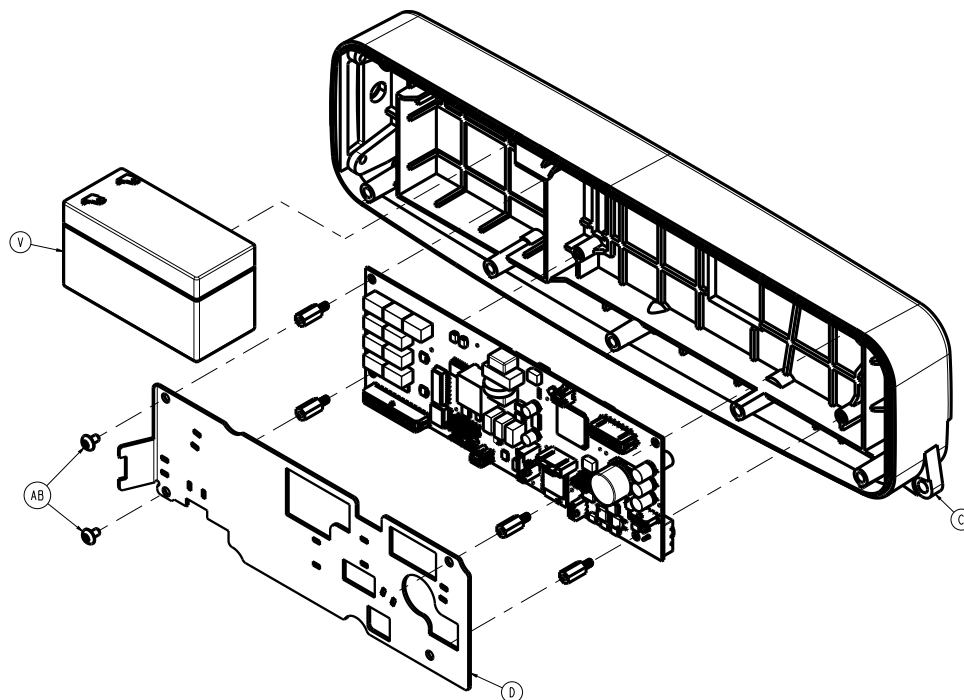

Figure 5 – Remplacement de la batterie (côté gauche)
8. À l'aide d'un tournevis cruciforme n° 2, retirer les deux vis (AB) près de la batterie (V) qui permettent de fixer le plateau d'acheminement des câbles (D) au corps (C) (Figure 5). Conserver les vis.
10. Soulever le câble avec connecteur à 37 broches et le plateau d'acheminement des câbles (D) pour retirer la batterie (700000341245) (V) du corps (C) (Figure 5).
8. Débrancher les deux câbles de batterie. Jeter la batterie (700000341245) (V) (Figure 5).
7. À l'aide d'un tournevis cruciforme n° 2, retirer les deux vis (AB) près de la batterie (V) qui permettent de fixer le plateau d'acheminement des câbles (D) au corps (C) (Figure 5). Conserver les vis.